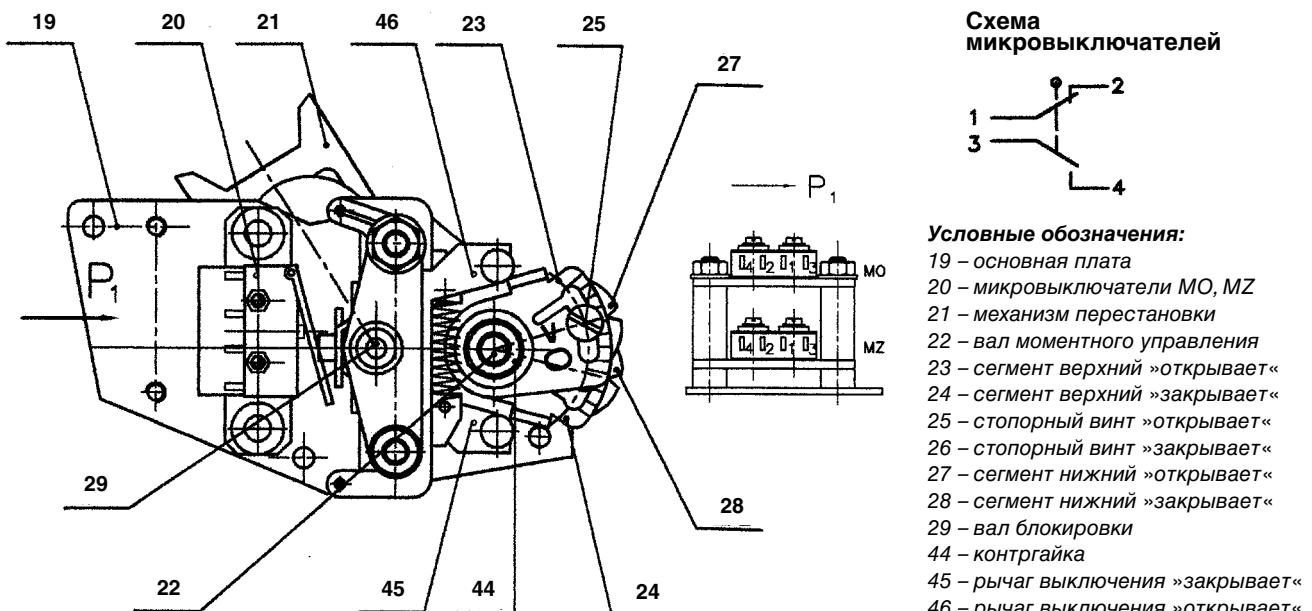

Рис. 2 - Блок момента
**а) Блок моментного выключения** - рис. 2 - является самостоятельным монтажным узлом, образованным основной платой 19, на которой установлены микровыключатели 20, и одновременно образует подшипники для вала моментного управления 22 и вала блокировки 29.
Для установки момента выключения, отличающегося от момента, установленного на заводе-изготовителе, следует ослабить контргайку 44 (см. рис. 2), а также соответствующий стопорный винт 26 (для направления «закрывает») или 25 (для направления «открывает»). Потом следует вставить отвертку в шлиц верхнего сегмента 24 или 23 и поворачивать сегмент до тех пор, пока вырез в сегменте 28 или 27 не будет показывать